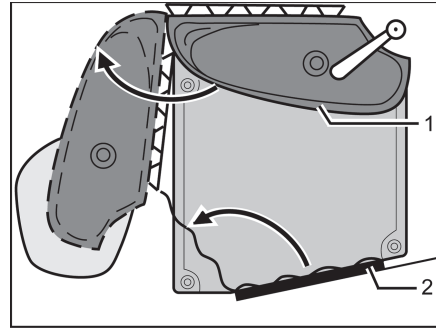

Fig. 240 Inodoro Vario
- Girar el lavabo con la pared dorsal (Fig. 240,1) en dirección de la flecha.
- Entrar en el cuarto de aseo, cerrar la puerta de entrada (Fig. 240,2) desde dentro y bloquearla.